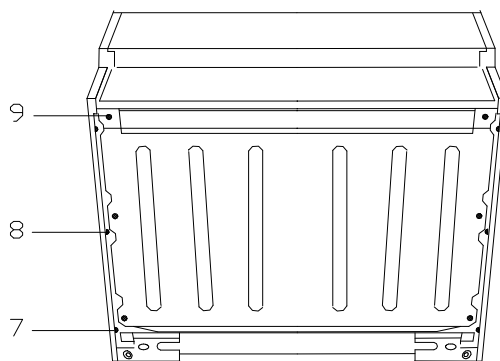

Рис. 13
- отвинтить три винта поз.7,8,9 крепления стенки (рис. 13);